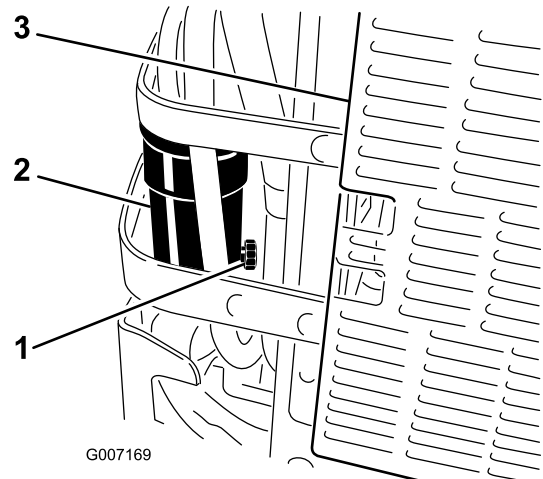

Figure 43
6. Desserrez le robinet de vidange du séparateur d'eau d'un tour environ pour vidanger l'eau et autres contaminants (Figure 43).
7. Fermez le robinet de vidange lorsque seul du gazole s'écoule (Figure 43).